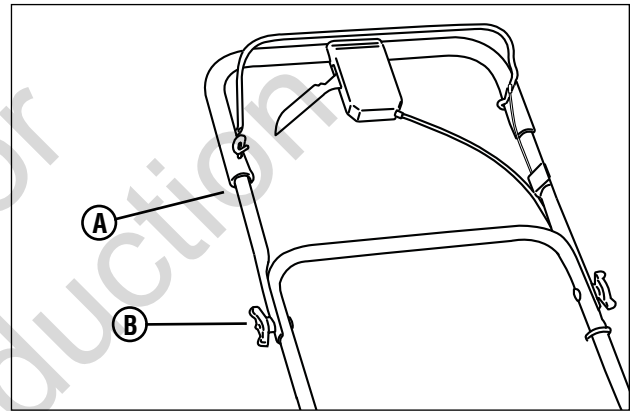

Figura 2: extensión de la manija superior
4. Coloque la manija superior (**A, Figura 2**) en la posición operativa (hacia arriba). Apriete las tuercas mariposa (**B**).